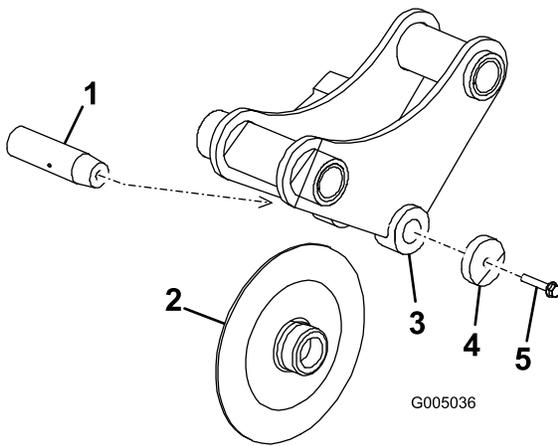

Figura 15
1. Desenrosque el tornillo del eje de la cuchilla circular unas 0,5 pulgadas (1,3 cm), luego golpéelo varias veces con un martillo para aflojar el eje (Figura 15).
2. Retire completamente el tornillo del eje de la cuchilla circular, la arandela, la cuchilla circular y el eje de la cuchilla circular (Figura 15).
3. Coloque la cuchilla circular nueva en el soporte de la cuchilla circular (Figura 15).
4. Pase el eje de la cuchilla circular a través del soporte y la cuchilla circular, y fíjelo con el tornillo del eje y la arandela (Figura 15).